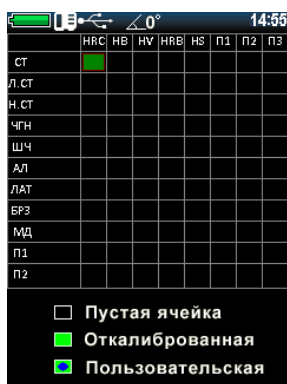

Рисунок 2.34 – Градуировка
1. Для градуировки по двум точкам пользователю необходимо выбрать в главном меню пункт «КАЛИБРОВКА» (рис. 2.34).